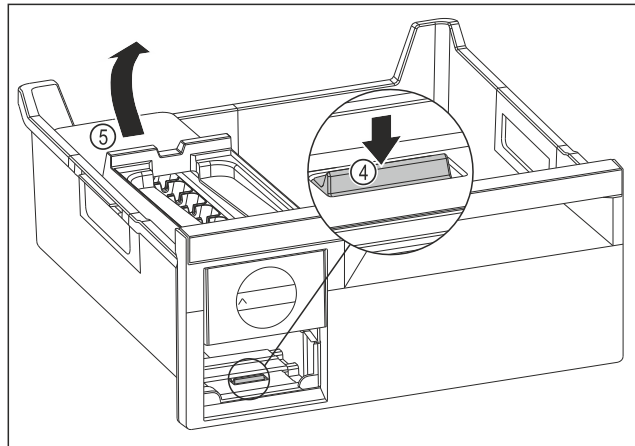

Fig. 171
- ▶ EasyTwist-Ice-Körper entnehmen: Lasche Fig. 171 (4) mit Finger nach unten drücken und gleichzeitig mit der anderen Hand den EasyTwist-Ice-Körper Fig. 171 (5) von hinten anheben.